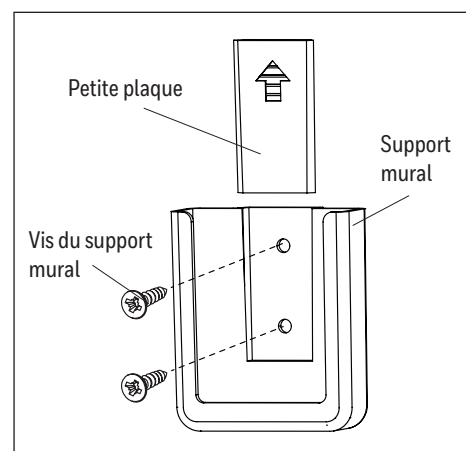

Figure 5.11
11. L'ensemble de contrôle à distance comprend un support mural. Pour installer le support mural, retirez la petite plaque afin d'exposer les trous de vis. Insérez les vis du support mural dans les trous, puis dans le mur, et couvrez-les à l'aide de la petite plaque retirée précédemment. La télécommande peut être rangée dans le support mural pour en faciliter l'accès (Figure 5.11).